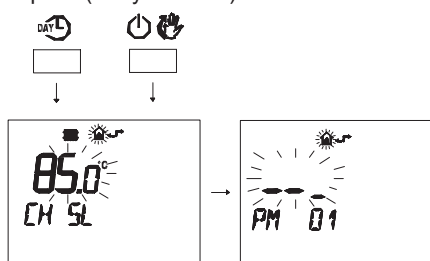

Рисунок 5.82
- Нажмите одновременно кнопки и , чтобы войти в поле ввода настроек (Рисунок 5.82).